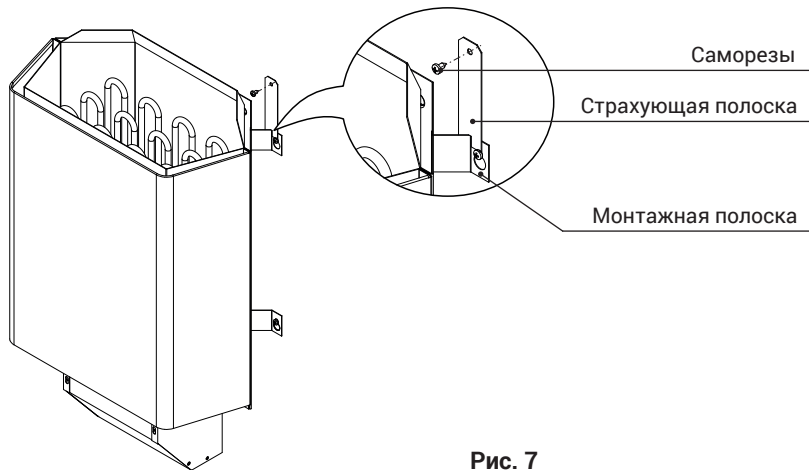

Рис. 7
- В заключении зафиксировать печь при помощи страхующей монтажной полоски как показано на рис. 7